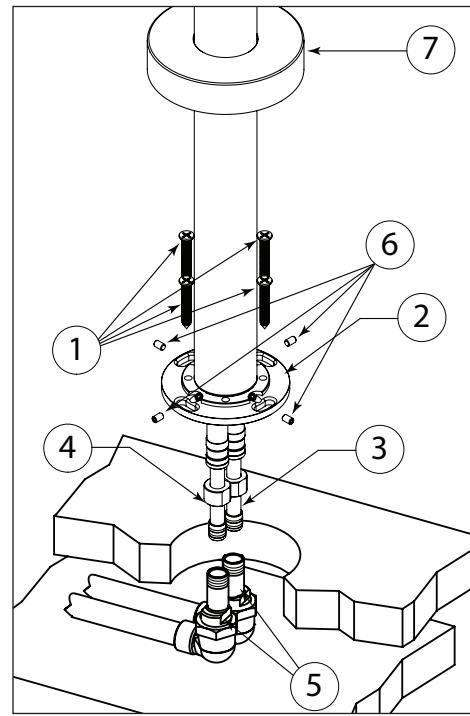

Fig.3
Separate the adaptors from the hoses by unscrewing the nut (4) (fig.3) while pulling-out at the same time (until the thread is engaged). Referring to fig.3, install the asymmetrical hose adaptors to the supply-pipes inlets. Be aware that you can also use 8mm (5/16") allen keys to thread the adapters in place. For a trouble-free installation bring the 2 hoses adapters as close from one another as possible. The max C-C which can be accommodated is 23mm.
Séparer les adaptateurs des alimentations flexibles en dévissant leurs écrous (4) (fig. 3), tout en exerçant une traction (jusqu'à ce que le pas de vis soit engagé). Se référant à la fig.3, installer les adaptateurs asymétriques sur les arrivées d'eau chaude et froide. Vous pouvez aussi utiliser une clé Allen 8mm (5/16") pour fixer les adaptateurs en place pour une meilleure installation. Positionner les deux adaptateurs pour qu'ils soient aussi proche que possible. Le C-C maximum qui peut être accepté est 23mm.
Completely insert the hot and cold hose-ends (3) into the appropriate adaptors (5) and lock in place using the nut with "endless" thread (4), and turn until it becomes loose. (fig.3).
Enfoncer complètement les embouts des alimentations flexibles (3) dans les adaptateurs appropriés (5) et les sécuriser en place à l'aide des écroux (4) au filet « sans fin ». Visser jusqu'à ce que le mouvement soit libre (fig.3). Fixer la base (2) au plancher à l'aide de 4 vis. Assurez-vous que le bec est bien aligné ; ajustez-le au besoin en utilisant les 4 vis de réglage (6) à la base du piédestal. Abaisser la bride décorative au sol (7).